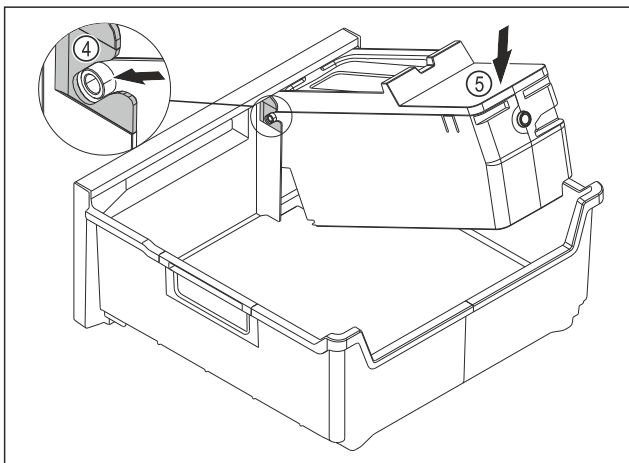

Fig. 145
- ▶ 安装 EasyTwist-Ice 机身：将 EasyTwist-Ice 机身的轴推入到导向装置 Fig. 145 (4)中。
- ▶ 朝下按压 EasyTwist-Ice 机身 Fig. 145 (5)后部。